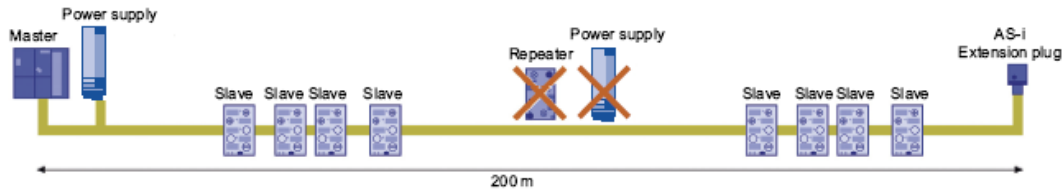

图8 使用拓展插头进行网络拓展
(2) 使用“Extension Plug (拓展插头)”进行网络拓展时, 可将网络距离加倍, 增加到 200 米, 但中间不能使用任何中继设备 (图8)。